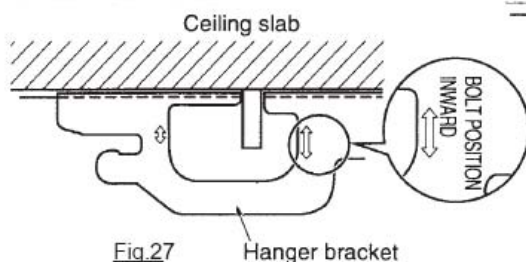

Fig.27
- veiller à ce que le boulon d'accrochage en saillie sur le plafond soit fixé sur la zone marquée par les flèches. Réajuster le support d'accrochage s'il se trouve en dehors de la zone marquée par la flèche (voir Fig. 27).